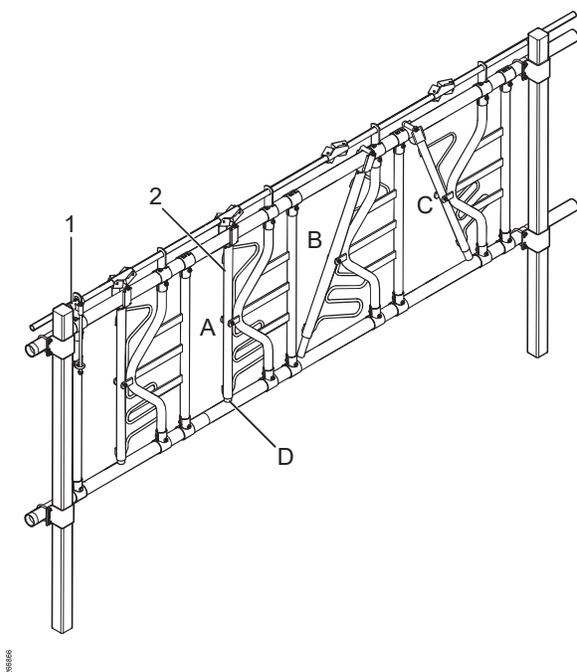

Fig. 1: Frfront HLS10.
De dreibare rrene (2) i nakkelåsen styres med en kontrollenhet (1) (se Fig. 1). De dreibare rrene kan stilles til åpen eller låseposisjon. Med de dreibare rrene i åpen posisjon, kan kyrne ete og forlate frbrettet frivillig. I låst posisjon, står kyrne hele tiden ved frbrettet.